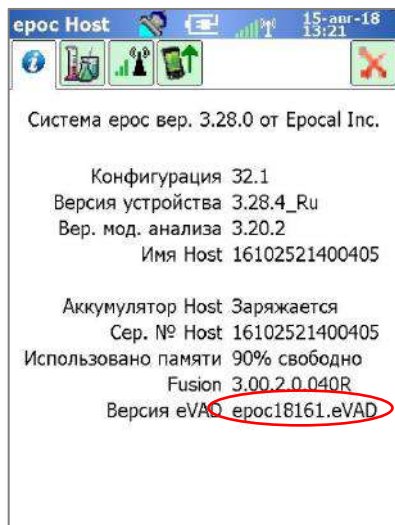
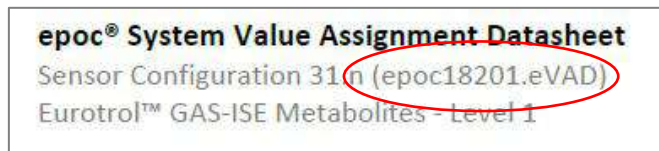

Рис. 24.
Рис. 25.
- Убедитесь, что файл eVAD, установленный на устройстве ерос Host, соответствует распечатке, перейдя к пункту **Справка → О системе** и проверив номер версии файла eVAD (обведен окружностью на рис. 24). Сравните этот номер с заголовком последней распечатанной таблицы VAD (обведен на рис. 25).